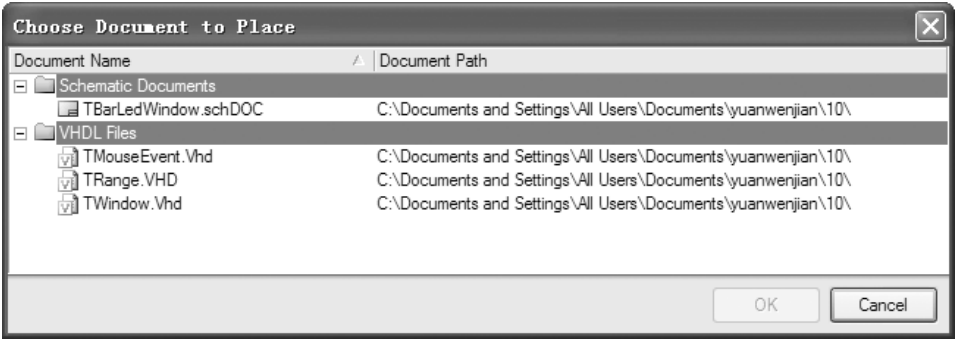

图 14-14 选择 VHDL 设计文件对话框
2) 在子原理图文件“TWindow. SchDOC”中，选择菜单命令“设计”→“HDL 文件或图纸生成图纸符号”，弹出选择 VHDL 设计文件对话框，如图 14-14 所示。